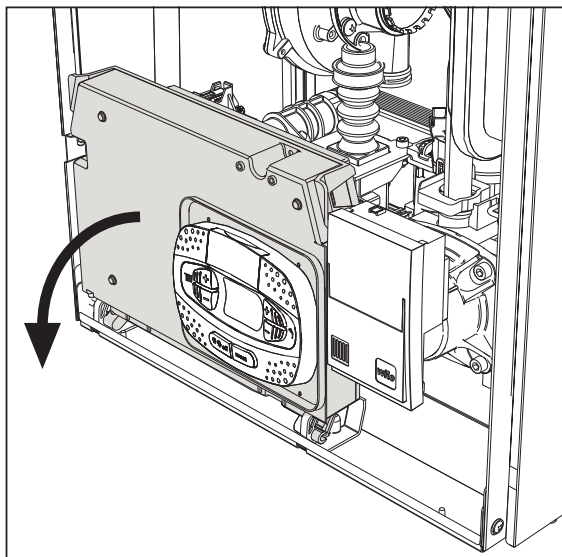
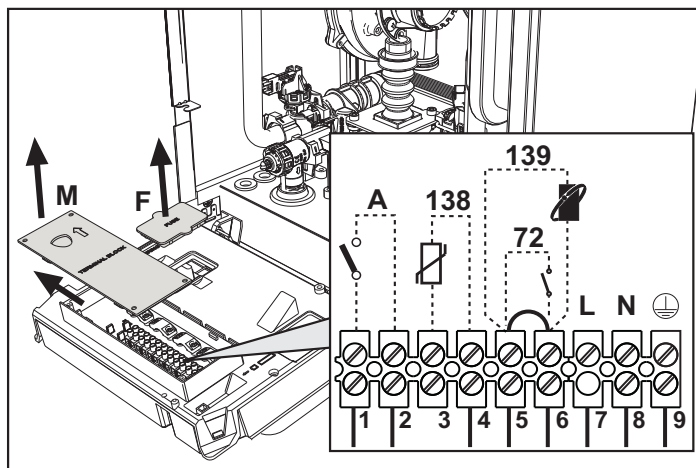

рис. 19
рис. 20
После снятия передней панели (*** 'Открытие передней панели' on page 33 ***) можно получить доступ к клеммной колодке (M) и предохранителю (F), действуя согласно нижеприведенным указаниям (рис. 19 и рис. 20). **Клеммы, указанные на рис. 20, должны иметь чистые контакты (не 230В).** Расположение зажимов и их назначение показаны также на электрической схеме на рис. 62.